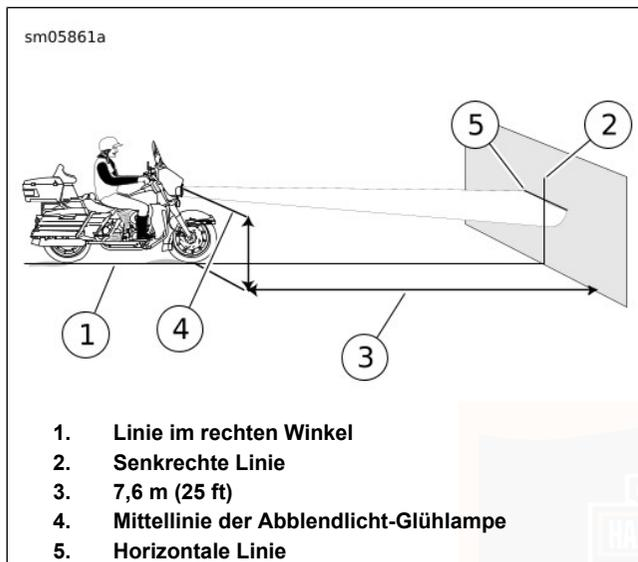

Abbildung 94. Scheinwerferausrichtung: LED (typisch)
- b. **LED, gabelmontierte Verkleidung:** Siehe Abbildung 94. Bei der gemessenen Entfernung.
- LED, gabelmontierte Verkleidung:** Siehe Abbildung 94. Mit dem Scheinwerfer auf **Ablendlicht** geschaltet liegt der obere Rand des Brennpunkts des Leuchtmittels auf der Markierung.